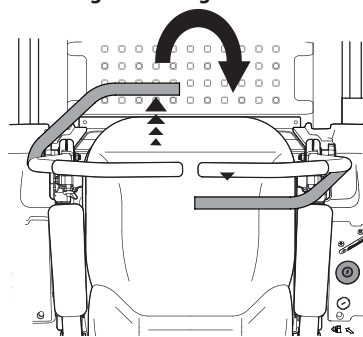

Figure 3-11
2. Pour tourner à droite, poussez la barre de conduite gauche vers l'avant et tirez la barre de conduite droite vers l'arrière. Voir Figure 3-11.